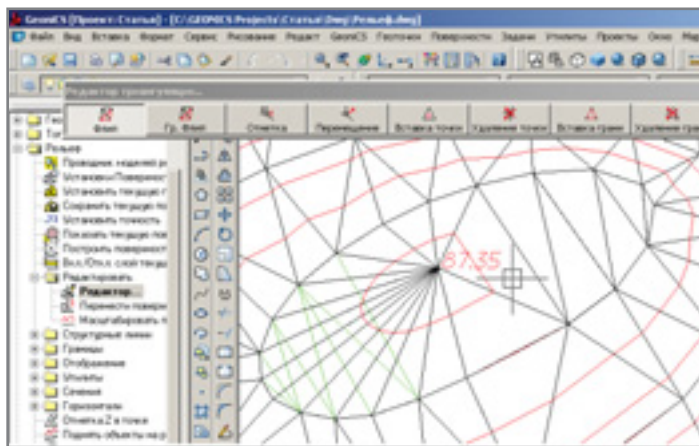

Рис. 19
16. Редактируем модель. В состав Geonics включен уникальный редактор поверхностей, позволяющий быстро и наглядно корректировать модель, делая ее максимально адекватной. Выбираем в Панели навигатора функцию *Редактор* и в появившемся окне *Настройки редактора поверхности* задаем имя слоя для отрисовки 3D-граней, а также цвет и интервал виртуальных горизонталей, которые в процессе редактирования будут отображать состояние модели. Редактируя модель, мы можем применять следующие операции: флип (переброска ребер треугольников), изменение отметки вершины (при этом меняются отметки вершины всех сопряженных треугольников), перемещение вершины, вставка вершины, вставка грани (ее часто называют треугольником), удаление грани. На рис. 19 можно видеть, как выгодно отличается вид горизонтали слева от отметки 87.35 после выполнения операции *Флип*; теперь нужно выполнить флип справа... Работа над моделью завершается